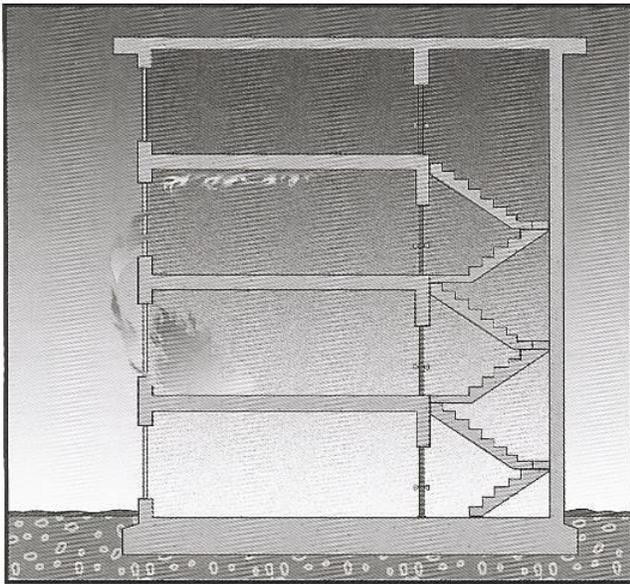

Figura 10.18 El fuego puede propagarse verticalmente pasando de una ventana a otra.
- A través de ventanas u otras aperturas al exterior donde la llama se propaga hasta otra apertura exterior y penetra así en plantas superiores (en inglés conocido como *lapping*) (véase la figura 10.18)